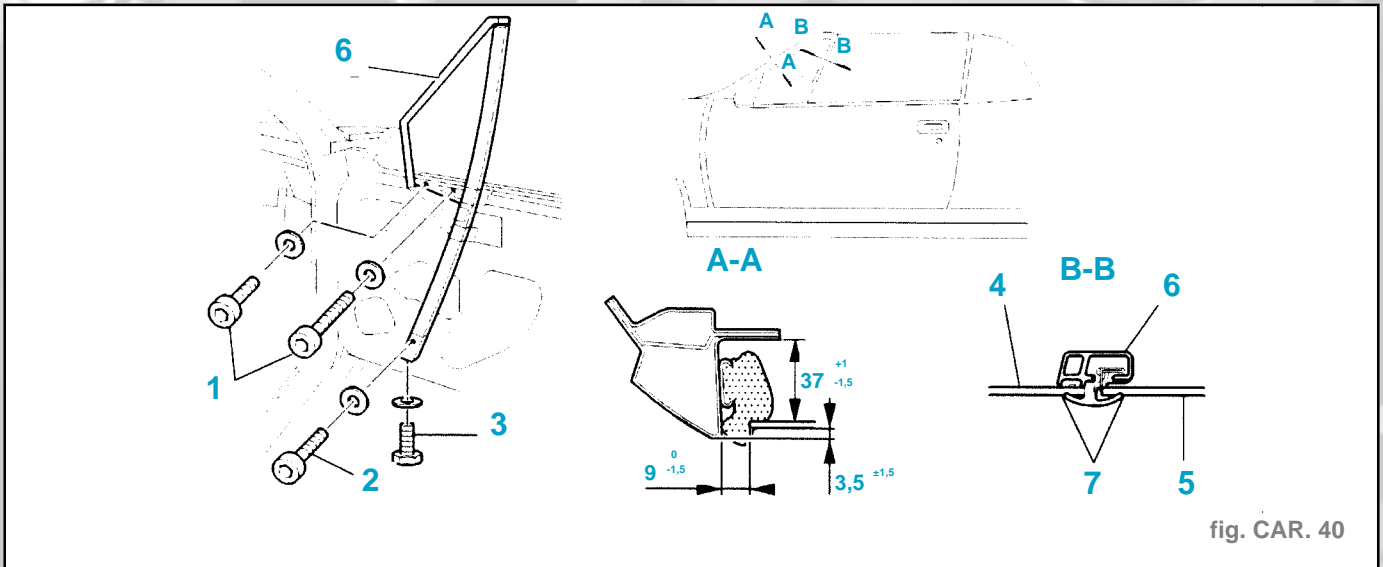
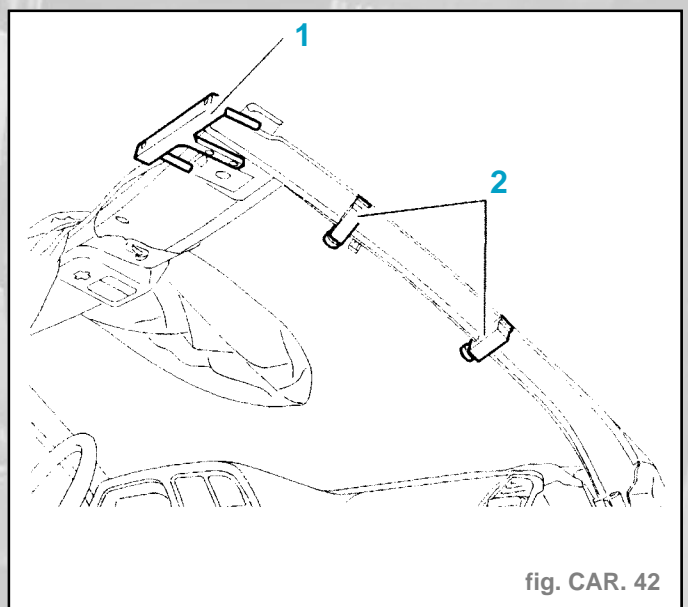

fig. CAR. 40
fig. CAR. 42
- Commencer toujours par régler la vitre fixe de porte avant après avoir correctement positionné la porte en respectant jeux et affleurements (fig. CAR 40).
- Venir appuyer l'angle supérieur (A) de la vitre fixe sur l'outil [1], tout en assurant le jeu de **9 mm** en (C) et (D).
- Serrer les fixations (1-2) (la vis avant des fixations (1) est plus courte que l'autre).
- Serrer la vis (3).
- Vérifier que les lèvres (7) appuient simultanément sur les vitres (4) et (5) et que l'alignement des vitres (fixes. porte et custode) est correct.
- Commencer toujours par régler la vitre fixe de porte avant, après avoir correctement positionné la porte en respectant jeux et affleurements (fig. CAR 40).
- la fixation (3),
- Mettre l'outil [1] en partie supérieure, en lieu et place de la gâche de capote (fig. CAR 42).